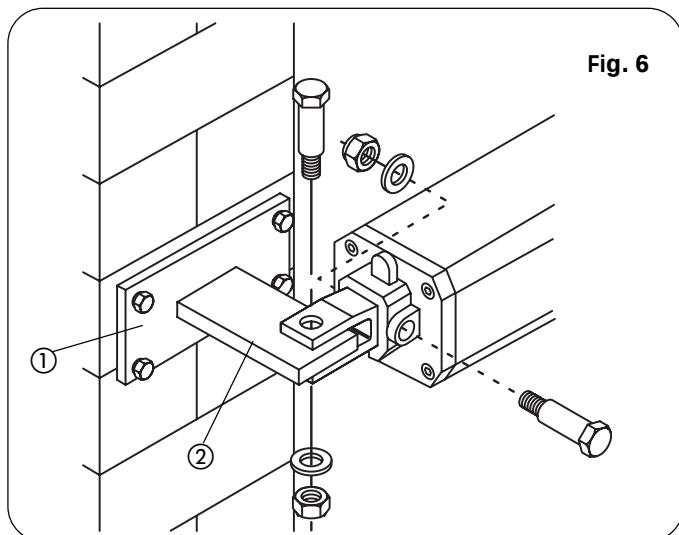

Fig. 6
- Si el pilar fuera de hierro suelde atentamente el empalme posterior (ref. ②, Fig. 6) directamente en el pilar.
- B) Fije al pilar, con tornillos y tacos, la placa empalme posterior (ref. ①, Fig. 6) y a continuación suelde atentamente el empalme posterior en la placa, tal y como se indica en la Fig. 6.
- 2) Fije el operador al empalme posterior por medio de los tornillos suministrados en dotación (Fig.6), prestando atención a colocar el operador con los tornillos de BY-PASS hacia arriba y el correspondiente tornillo de DESBLOQUEO hacia el terreno.